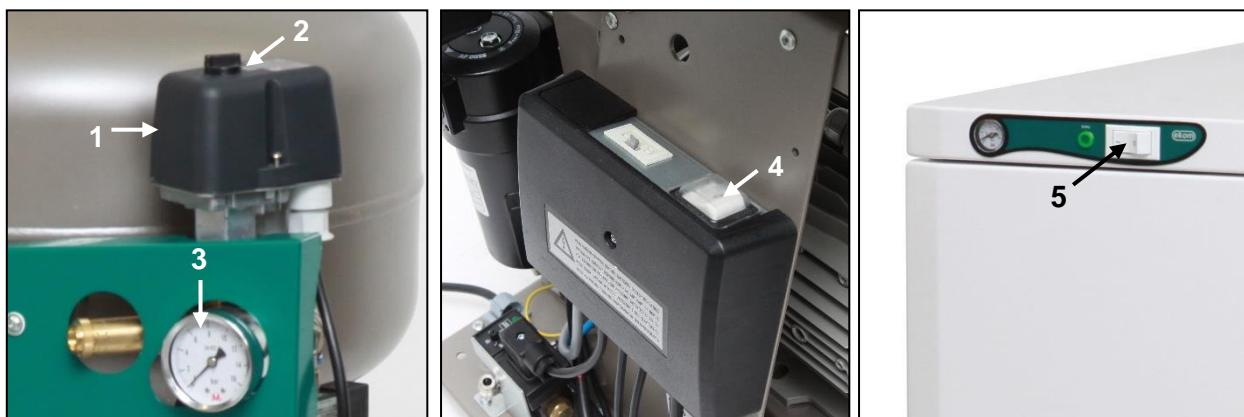

Fig.13
- Vérifiez que le commutateur du disjoncteur est sur la position « I ». Placez le commutateur du disjoncteur (4) sur la position « I » s'il se trouve sur la position « 0 ». (Fig. 13)
- Faites tourner le commutateur (5) situé sur la face avant de l'armoire en position « I » ; un voyant vert indique que l'appareil est en marche. (Fig. 13)
(Fig. 13)